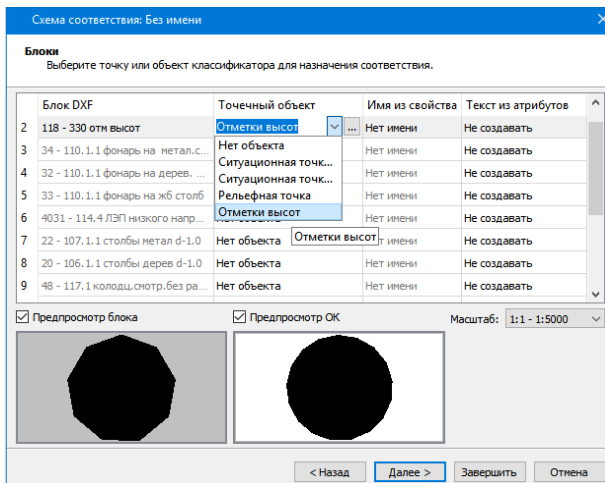

Рис. 15.6
- Для блоков (рис. 15.6) – в виде ситуационной точки (без высоты или с высотой) или рельефной точки, или точечного объекта классификатора. Если соответствие не назначается, то блоки передаются в виде отдельных графических масок, текстов, регионов.